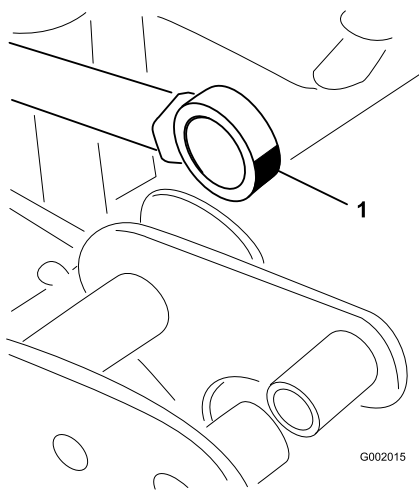

図 51
5. アクチュエータ・ロッドのベアリング端部を動かしながらベアリング内部にグリスを注入する(図 51)。はみ出したグリスはふき取る。